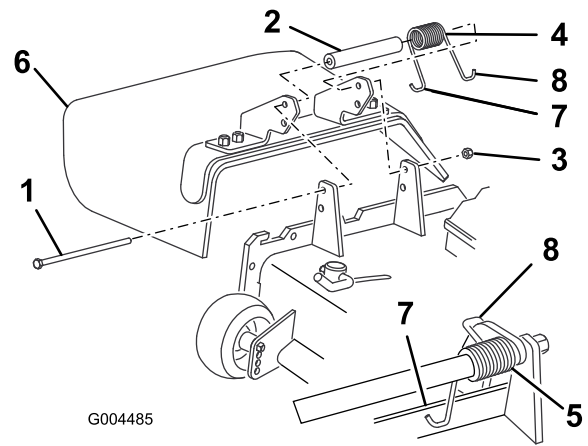

Figura 80
2. Retire la contratuerca, el perno, el muelle y el espaciador que sujetan el deflector a los soportes de pivote (Figura 80). Retire el deflector de hierba dañado o desgastado.
3. Coloque el espaciador y el muelle entre los soportes del deflector de hierba nuevo (Figura 80). Coloque el gancho en J del extremo izquierdo del muelle detrás del reborde de la plataforma.
Nota: Asegúrese de colocar el gancho en J del extremo izquierdo del muelle detrás del reborde de la plataforma antes de instalar el perno, según muestra Figura 80.
4. Instale el perno y la tuerca. Coloque el extremo derecho en J del muelle alrededor del deflector de hierba (Figura 80).